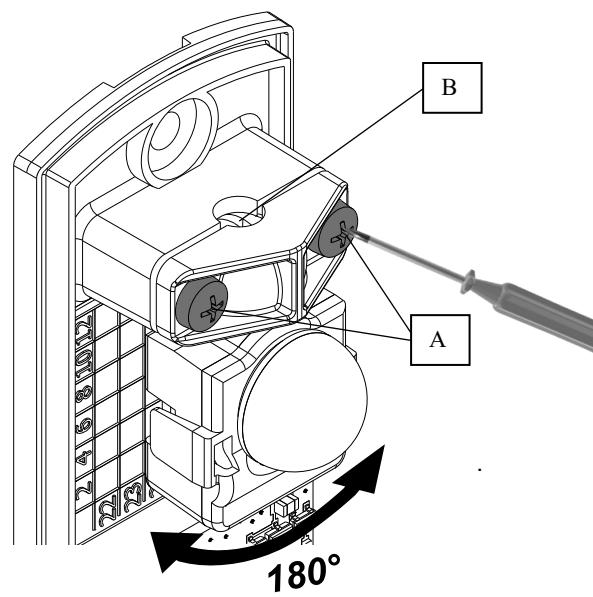

Fig. 1
- 1) Desserrer légèrement les vis de serrage des têtes rotatives « A » (fig. 1).
- 2) Orienter les têtes TX et RX l'une vers l'autre jusqu'à obtenir la LED rouge sur le RX (fig. 1 et 2).
- 3) Une fois la LED rouge allumé, le faisceau est détecté. Pour affiner le réglage il faut suivre la procédure 3. **POINT DE TEST**. Vous pouvez utiliser l'encoche « B » (fig. 1) avec un tournevis plat.
- 1) Allentare leggermente le viti di serraggio delle teste rotanti "A" (fig. 1).
- 2) Orientare le teste TX e RX l'una verso l'altra fino a visualizzare il LED rosso sulla RX (fig. 1 e 2).
- 3) Una volta che il LED rosso si accende, il raggio è stato rilevato. Per regolare con precisione l'impostazione, seguire la procedura 3. **PUNTO DI PROVA**. La tacca "B" (fig. 1) può essere utilizzata con un cacciavite piatto.
- 1) Slightly loosen the clamping screws of the rotating heads "A" (fig. 1).
- 2) Orient the TX and RX heads towards each other until you see the red LED on the RX (fig. 1 et 2).
- 3) Once the red LED lights up, the beam is detected. To fine-tune the setting, follow procedure 3. TEST POINT. You can use the notch "B" (fig. 1) with a flat screwdriver.
- 1) Afloje ligeramente los tornillos de apriete de los cabezales giratorios "A" (fig. 1).
- 2) Oriente los cabezales TX y RX uno hacia el otro hasta que vea el LED rojo en el RX (fig. 1 y 2).
- 3) Una vez que el LED rojo se enciende, se detecta el haz. Para afinar el ajuste, siga el procedimiento 3. PUNTO DE PRUEBA. Puede utilizar la muesca "B" (fig. 1) con un destornillador plano.